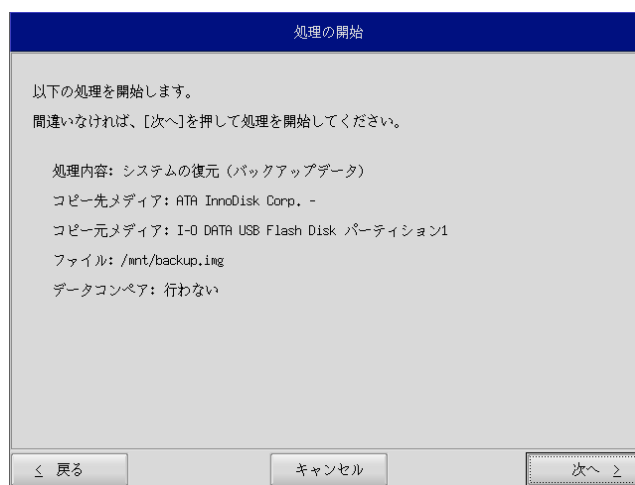

図 5-2-7. 確認画面
- ⑪ 確認画面 (図 5-2-7) が表示されます。メディア、パーティション、バックアップファイルを確認します。[次へ]ボタンを押します。